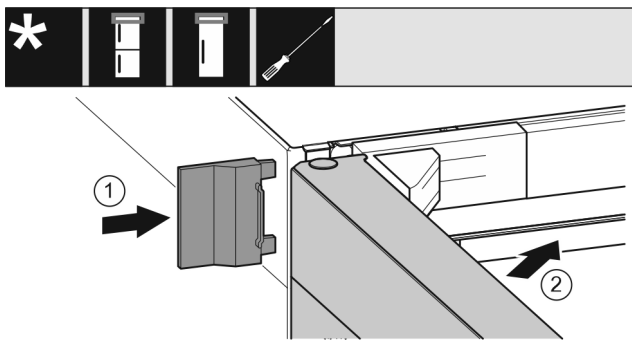

Fig. 24
- ▶ Enfiler le cache extérieur. *Fig. 24 (1)*
- ▶ Fermer la porte supérieure. *Fig. 24 (2)*